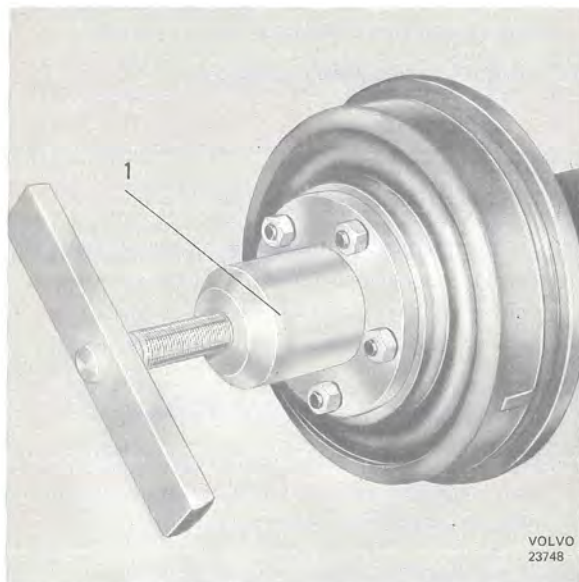

Bild 11. Demontering av hjulnav
1. Ta bort hjulet och dra av hjulnavet, bild 11. Använd avdragare SVO 1791. Byts slaghandtaget i avdragare SVO 1791 ut mot spindel SVO 2763, som säljs separat, kan mutteravdragare användas för demontering av nav. Ta bort bromsskölden efter att ha placerat en träklots under bromspeдалen och lossat bromsledningen från skölden.
1. Ta bort hjulet och dra av hjulnavet, bild 11. Använd avdragare SVO 1791. Ta bort bromsskölden efter att en träklots placerats under bromspedalen och bromsledningen lossats från skölden.